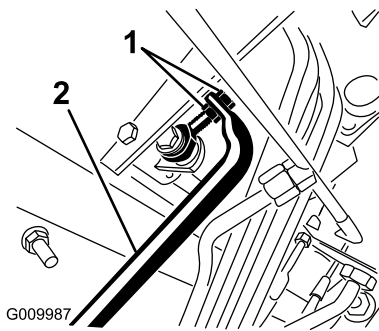

Figure 112
5. Ajustez les écrous de blocage à l'extrémité de la tige de la pompe pour avancer le tube de commande et éliminer le déplacement en marche avant, ou pour reculer le tube et éliminer le déplacement en marche arrière (Figure 112).